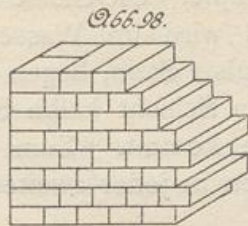

Abb. 98.
**2. Kopfverband** (Streckerverband, Abb. 98). Man sieht in der Ansicht der Mauer nur Köpfe. Die Steine überdecken sich um  $\frac{1}{4}$  Stein. Dieser einfache Verband wird im Wasserbau viel verwendet. Bei Mauern, die stärker sind als 1 Stein, liegen in der einen Schicht ganze Strecker, in der folgenden Schicht halbe Steine, damit in der Mauer-tiefe nicht Fuge auf Fuge kommt. Zum senkrechten Abschluß der Mauer (oder Ecke) müssen in jeder zweiten Schicht Dreiquartiere verwendet werden.